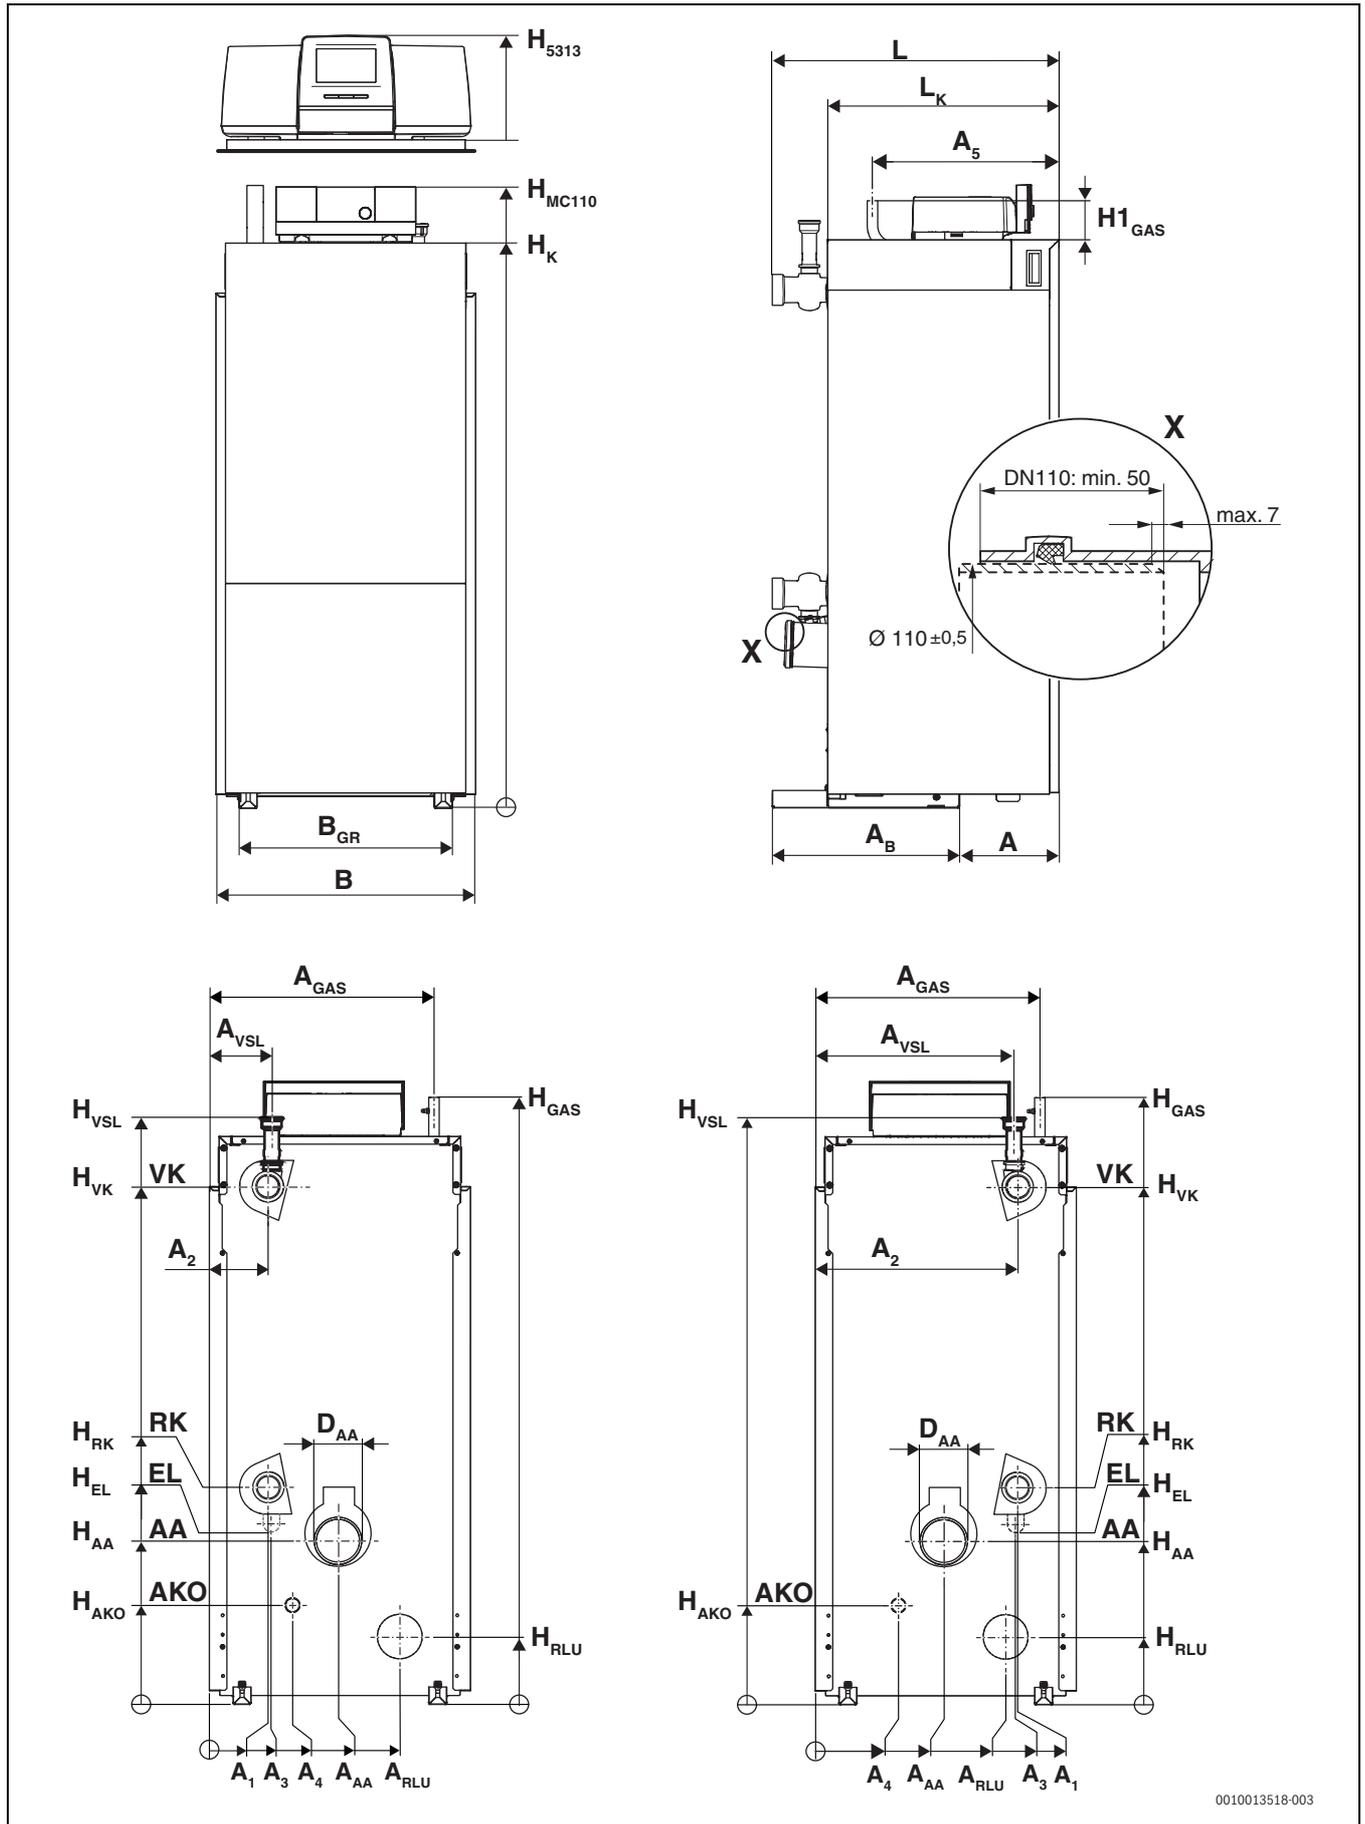

Fig. 3 Dimensions et raccords pour Logano plus KB372, 75...100 kW (modèles droit et gauche ; dimensions en mm)
**Légende des figures 3 et 4:**